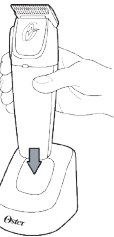

Abbildung 1
3. Vergewissern Sie sich, dass sich der Schalter des Geräts in der Position „AUS“ (0) befindet.
5. Stellen Sie den Trimmer in die Ladestation, sodass die Oberseite des Geräts in Ihre Richtung deutet und die Kontakte des Trimmers an den Kontakten der Ladestation ausgerichtet sind. Die Oberseite des Geräts ist die Seite mit dem Schalter (Abb. 1).